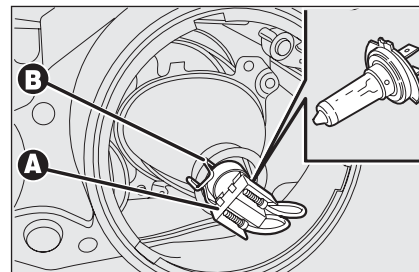

fig. 29
- ☐ desenchufe el conector eléctrico **A-fig. 29**;
- ☐ monte la lámpara nueva y vuelva a fijar el gancho de la lámpara **B-fig. 29**;